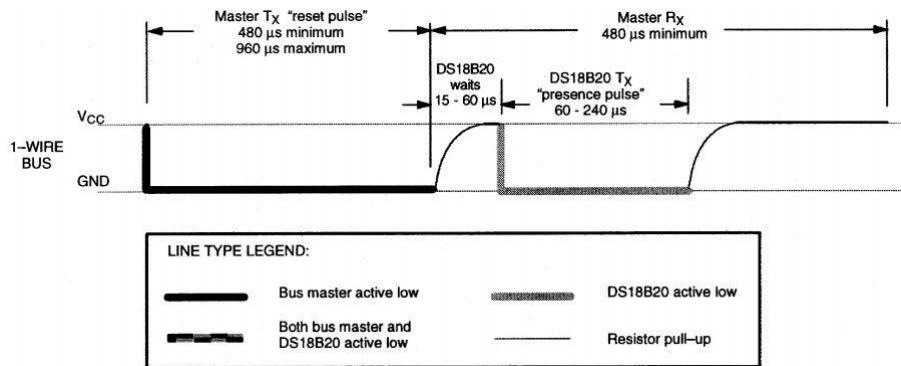

图 16-15 检测存在脉冲
1、初始化。和 I²C 的寻址类似，1-Wire 总线开始也需要检测这条总线上是否存在 DS18B20 这个器件。如果这条总线上存在 DS18B20，总线会根据时序要求返回一个低电平脉冲，如果不存在的话，也就不会返回脉冲，即总线保持为高电平，所以习惯上称之为检测存在脉冲。此外，获取存在脉冲不仅仅是检测是否存在 DS18B20，还要通过这个脉冲过程通知 DS18B20 准备好，单片机要对它进行操作了，如图 16-15 所示。